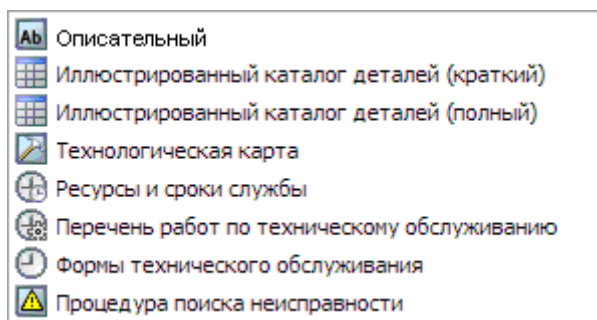

Рис. 2.60
2. Нажмите на кнопку **Тип модуля данных**  в нижней правой части диалогового окна **Структура раздела**. После этого откроется список типов модулей данных, имеющихся в шаблоне проекта. Пример списка типов МД показан на Рис. 2.60.